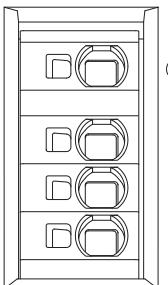

Fig. 33: Zaciski mocy (zaciski przyłącza sieciowego)
- Zaciski mocy (zaciski przyłącza sieciowego) (Fig. 33)